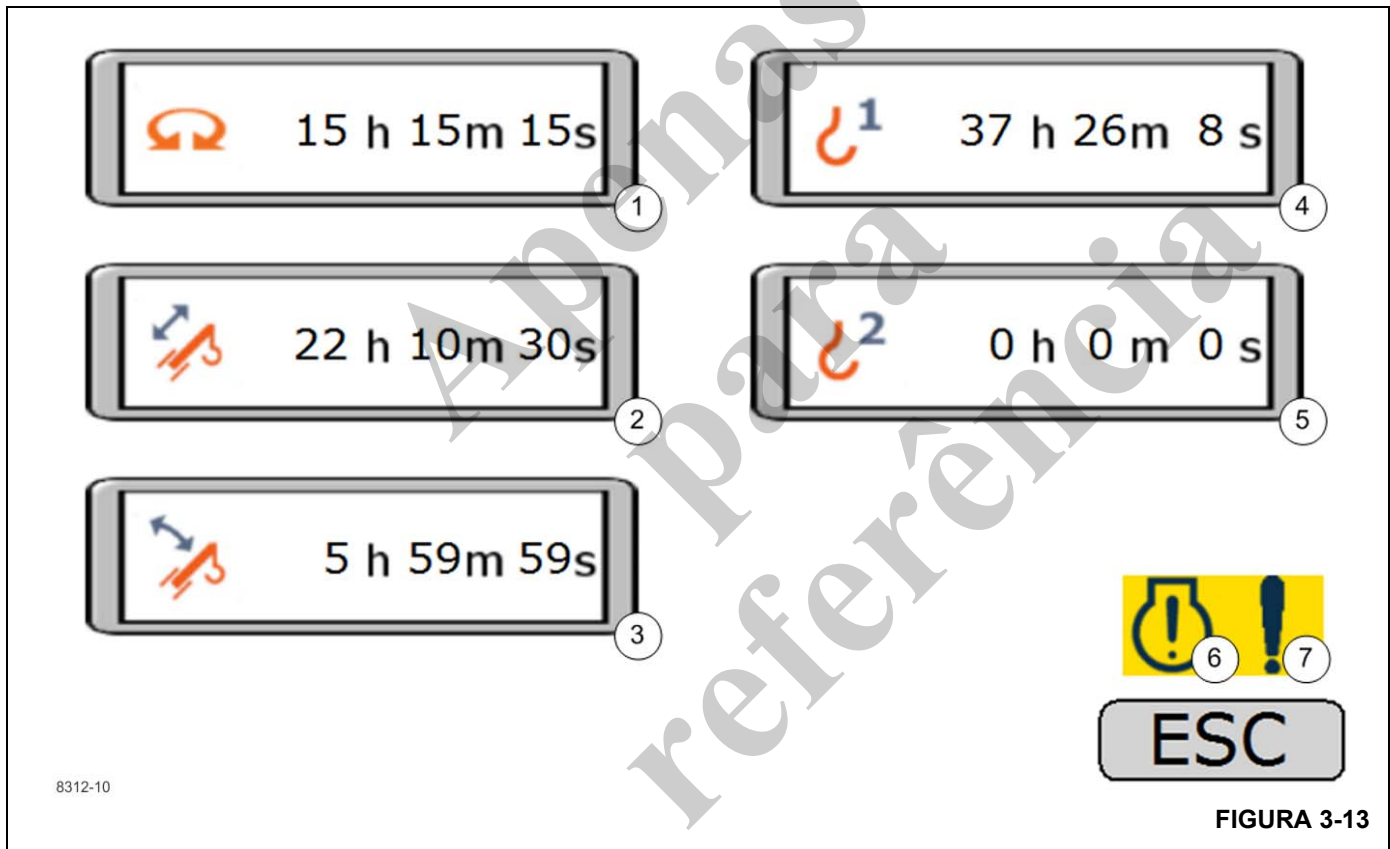

FIGURA 3-13
Tela de horas de funcionamento do guindaste (Figura 3-13)
Tempo da função de giro (1) (Figura 3-13)